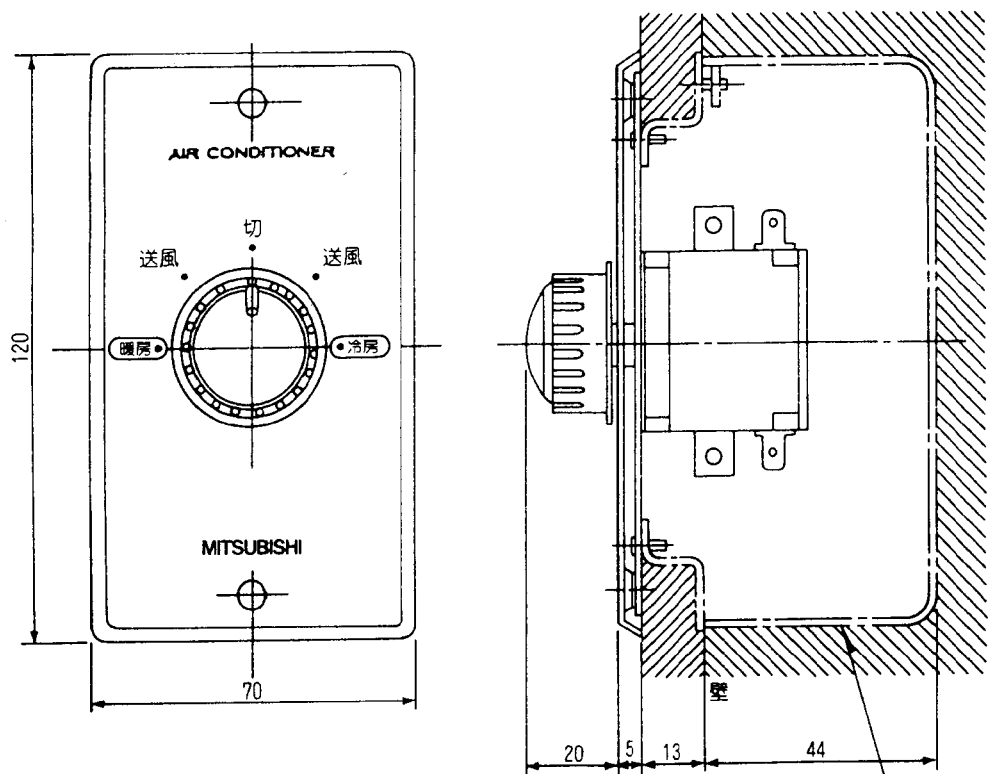

図1
2.1 取付にあたっては1個用スイッチボックス(カバー付 JISC8336)が必要です。(図1参照)